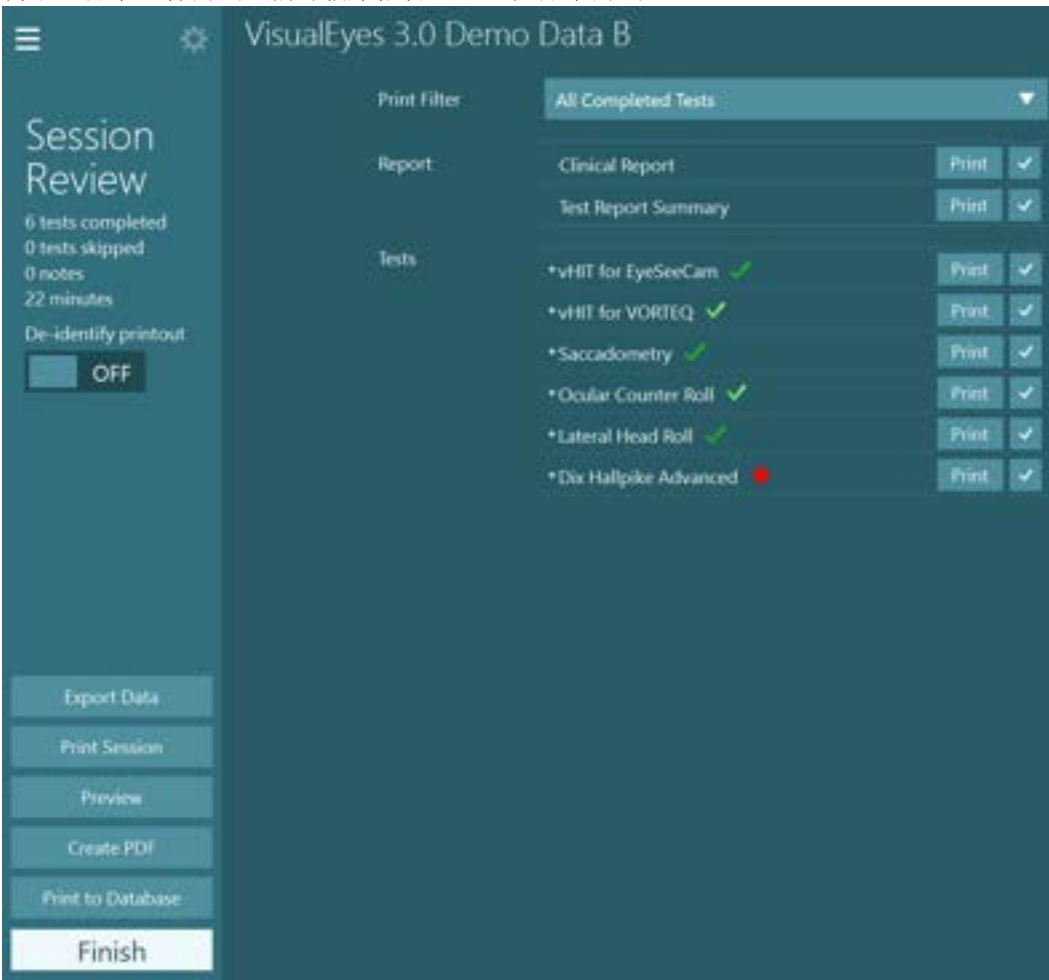

图3.11-5 查看会话屏幕
**Review Session**（查看会话）屏幕将列出协议中已完成或尚未完成的测试 (图 3.11-5)。完成的测试名称旁边将出现一个符号，表示测试结果是（绿色勾号）否（红色菱形）在阈值范围内。可以从 **Session Review**（查看会话）屏幕查看测试，编写临床报告，还可以打印测试。